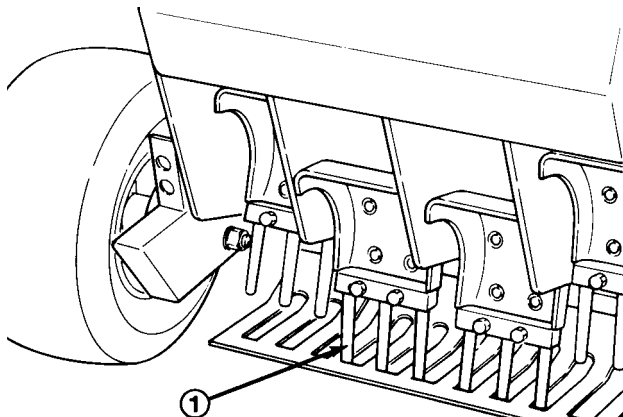

Bild 10
- Spænd monteringsmøtrikkerne med et moment på (100-110 ft/lb) (fig. 10).